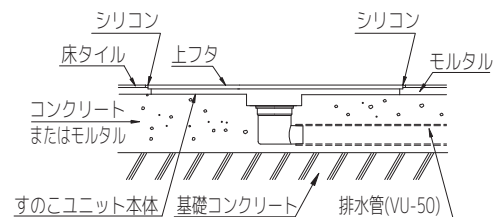

図2
- ①すのこユニット本体を仮据えし、床仕上げ面の勾配に揃えてください。
②排水管の内面に接着剤を塗布し、すのこユニット本体（トラップ排水口）と排水管を接続してください（図2）。
すのこユニット本体周囲と仕上げ材の間にある程度のすき間を設けるように床仕上げをおこない、すき間はシリコンでコーキングしてください（図2）。